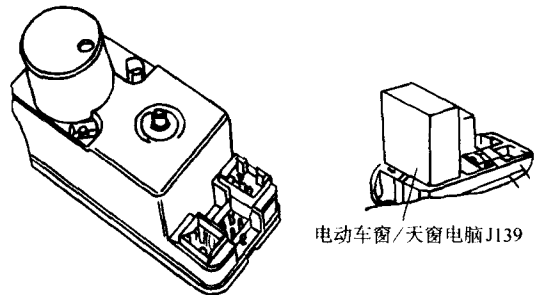

图 5-16 电动车窗/天窗电脑 J139
(1) 症状 1: 电动车窗电脑 (图 5-16) 发出咔嚓声; 蓄电池完全放电。